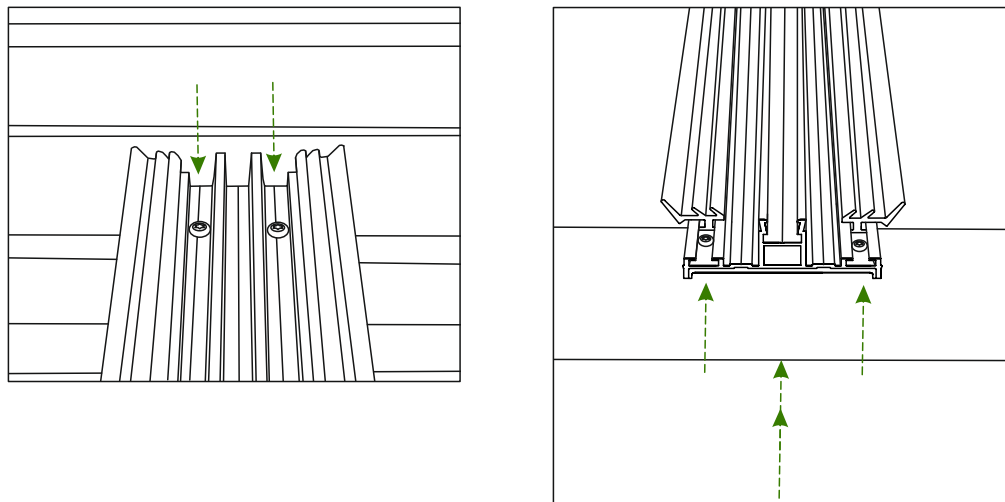

Abb. 4
A) B) 3. In einem der Pfosten wird das Wasserablaufrohr versteckt. Je nach Rohraustritt aus dem Pfosten (sichtbar über die Erdoberfläche oder einbetoniert/eingegraben im Erdreich) markieren Sie die Stelle für den Abfluss an unteren Ende des Pfosten und schneiden Sie mit einem Lochbohrer/einer Lochsäge eine 90mm Öffnung in den Pfosten. Siehe Abb. 4.
4. Befestigen Sie nun jeden Mittelsparren jeweils mit 2 Schrauben an dem Wandprofil und an dem Rinnenprofil. Zusätzlich wird jeder Mittelsparren mit einer Schraube an den Rinnenprofil von unten angeschraubt. Siehe Abb. 4.